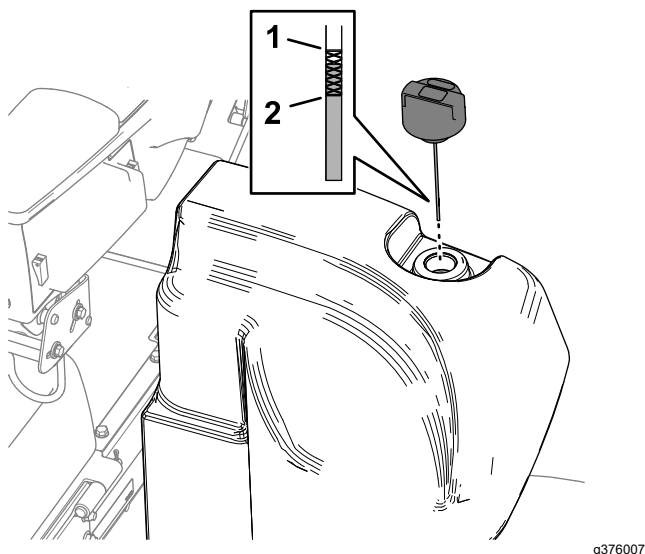

Figura 116
2. Curățați zona din jurul buonului și a capacului rezervorului de ulei hidraulic (Figura 116).